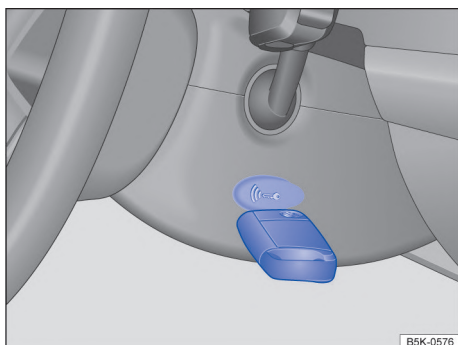

Fig. 89 A la derecha en la columna de dirección: función de arranque de emergencia en vehículos con sistema de bloqueo y de arranque Keyless Access sin llave.
- Mantener la llave del vehículo directamente después de presionar el pulsador de encendido y arranque a la derecha de la columna de dirección → **fig. 89**.